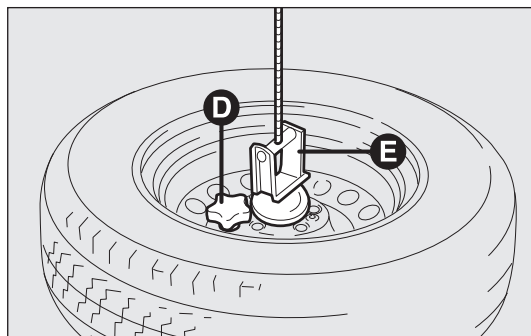

fig. 164
- ☐ dévisser le pommeau de retenue D-fig. 164 et libérer la roue en ôtant le support E;
- ☐ prélever la roue changée, la refixer au support E-fig. 164 et visser le pommeau D;